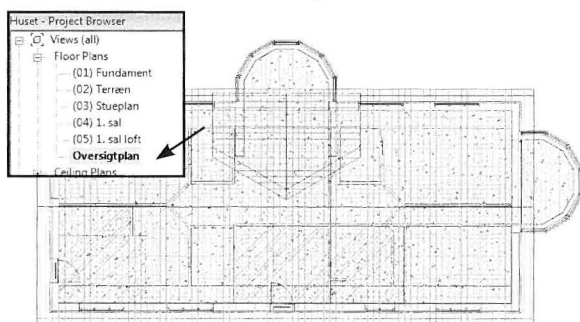

Fig. 09.136.
- Gå igen i Oversigtsplanen og bibehold *Wireframe* udseendet (Fig. 09.136).